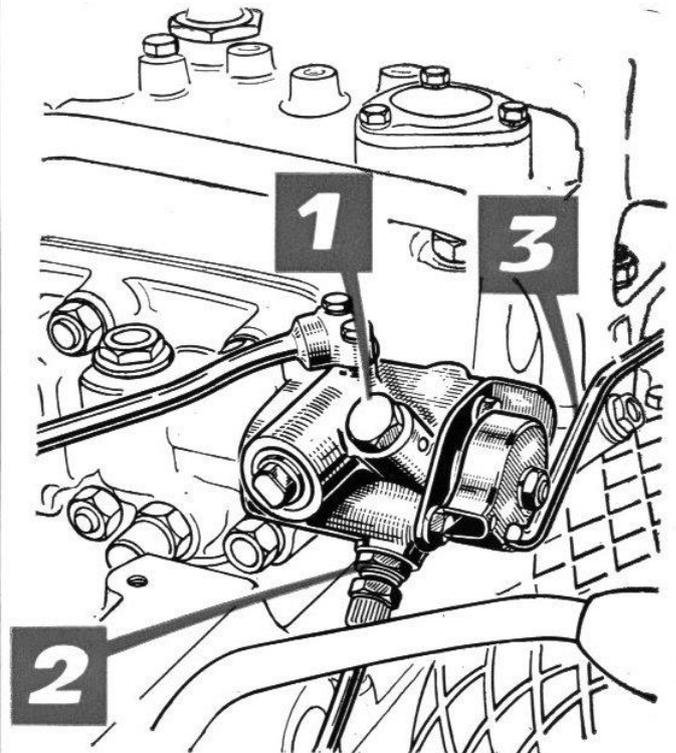

FIG. 59
a) branchement simple effet (fig. 59).